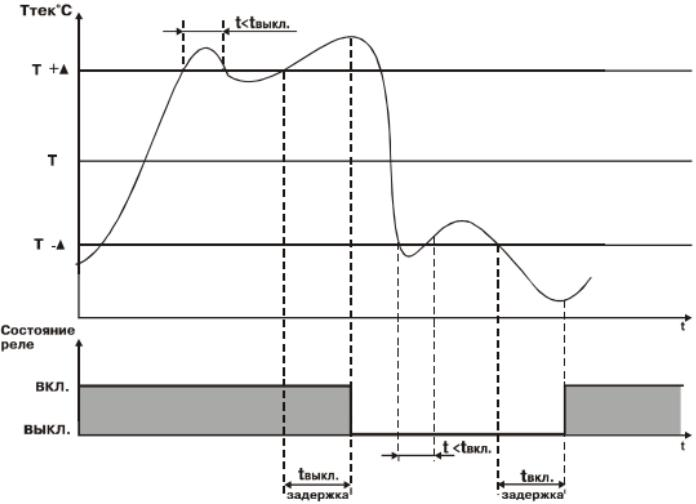

Рис. 10
3.1.5.1.1. Для ЛУ1, работающего в режиме устройства сравнения может быть задано время задержки включения и время задержки выключения. ЛУ включает или выключает выходное устройство, если условие, вызывающее изменение состояния, сохраняется, как минимум, в течение времени, установленного в параметрах A1-3 и A1-4 соответственно (рис. 10).